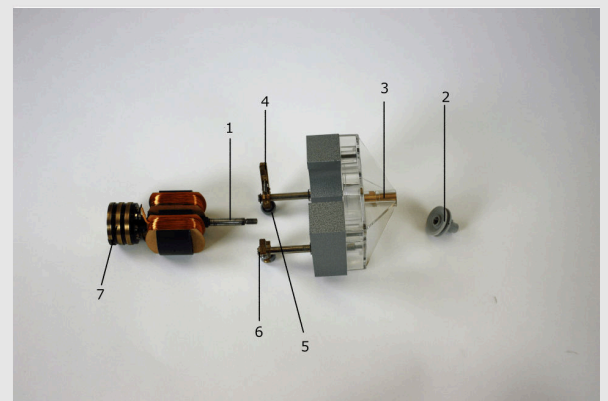

Fig. 1
- Monte la fijación del motor según la Fig. 1.